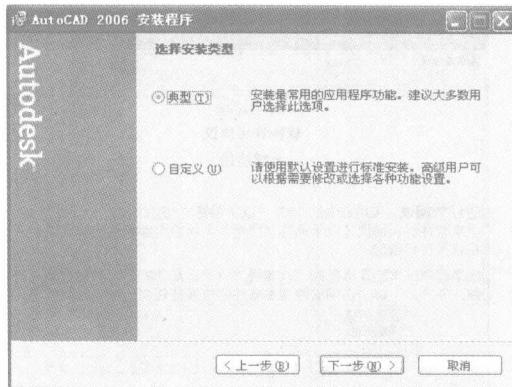

图 1-8 “选择安装类型”对话框
- 6) 在打开的“用户信息”对话框中，输入用户信息，单击“下一步”按钮，弹出“选择安装类型”对话框，如图 1-8 所示。